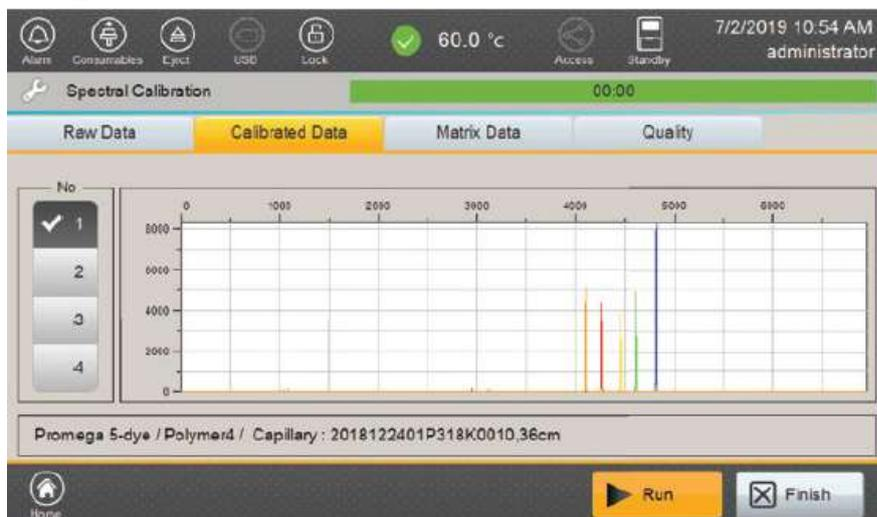

図 54 Spectral calibration “Calibrated Data” tab 画面
1. Calibrated Data タブ (図 54) を選択して、それぞれのキャピラリーの Calibrated Data を確認してください。画面左のリストから見たいキャピラリーを選んでください。